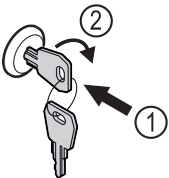

Fig. 110
- ▶ Пъхнете ключа Fig. 110 (1).
- ▶ Завъртете го на 90° по посока на часовниковата стрелка Fig. 110 (2).